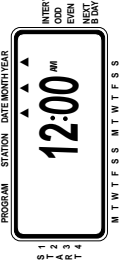

Abb. 3: LCD-Anzeige mit umliegenden Informationen
- Drücken und halten Sie die **+** Taste, um die Uhr auf die korrekte Uhrzeit vorzustellen. Mit der **-** Taste können Sie rückwärtsgehen [siehe Abb. 3]. Wenn Sie auf der richtigen Uhrzeit angekommen sind, drücken Sie die **ENTER** (Eingabe) Taste, um die Uhrzeit zu fixieren.